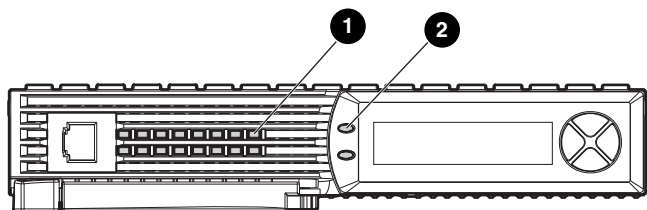

図 1: コントローラ インジケータ
- コントローラ 障害 LED（図1、②）を確認します。LED が点灯している場合、障害が発生しています。表1の一覧にあるエラー メッセージがないか、LCD を確認します。
- コントローラのアイドルハートビート LED（図1、①）をチェックします。LED が消灯もしくは点灯（点滅以外）している場合、障害が発生しています。
- コントローラのアイドル ハートビート LED (図 1、①) が、点灯または点滅していること。
- コントローラの障害 LED (図 1、②) が、消灯していること。未読のエラー ログが原因で LED が点灯したままになる場合があります。対処を実施したエラー メッセージがすべて削除されたことを確認します。